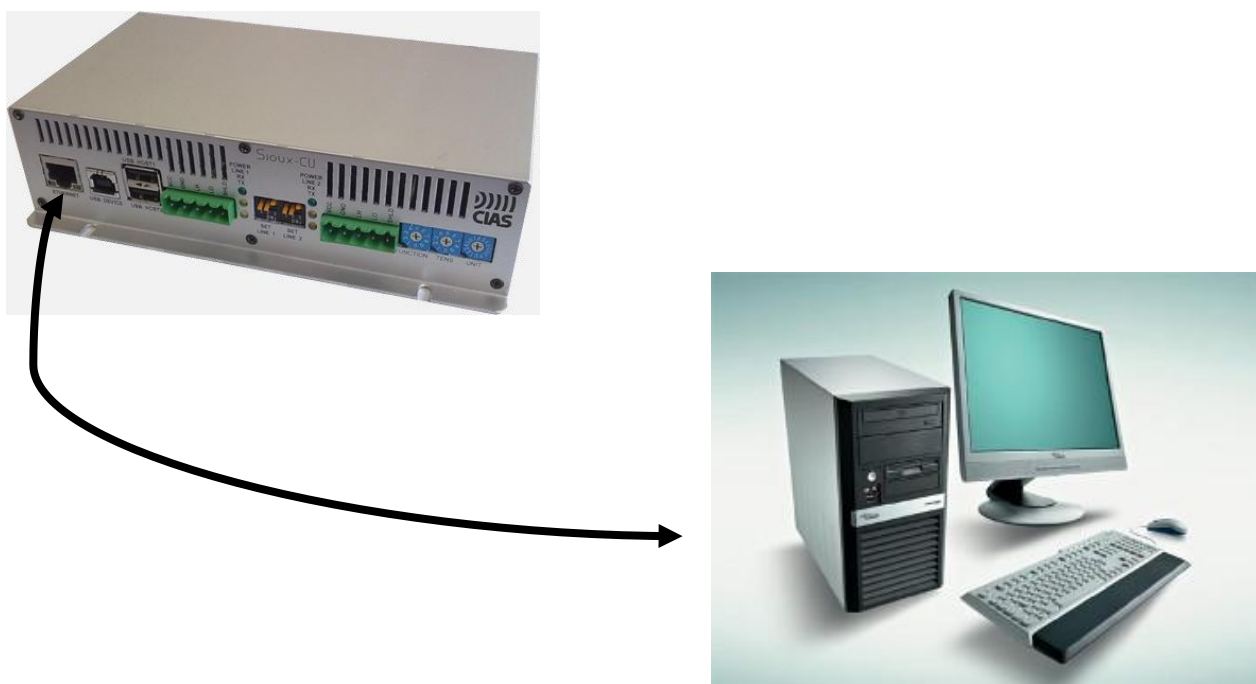

Figura 1 – Collegamento della linea Ethernet al Pc
- mediante il cavo cross in dotazione come mostrato in Figura 1; connettere Sioux-CU con il PC